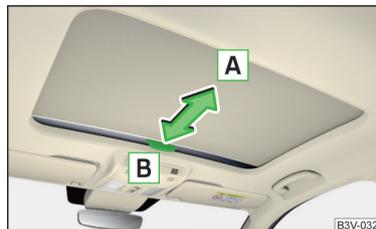

Abb. 58
- Zum **Öffnen** den Griff in Pfeilrichtung **A** ziehen » **Abb. 58**.